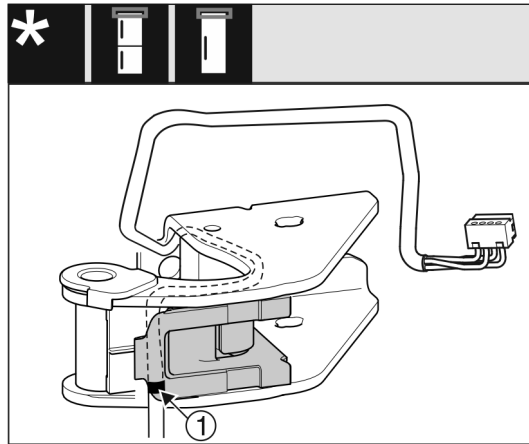

Fig. 16
- ▶ Keskimmäisen merkinnän on tällöin oltava johtopitimen reunassa Fig. 16 (1).